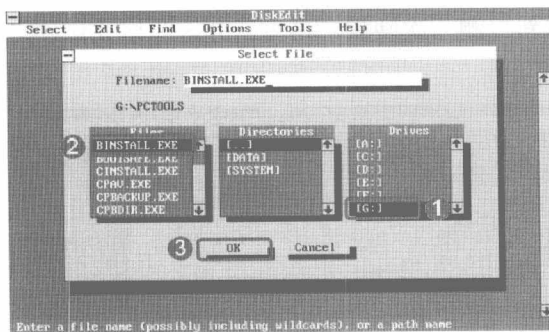

图 8-22 选择文件
步骤③ 按回车键，此时会要求用户打开一个文件，可以在窗口上面的文件路径及文件名中选择需要编辑的文件，如图 8-22 所示。